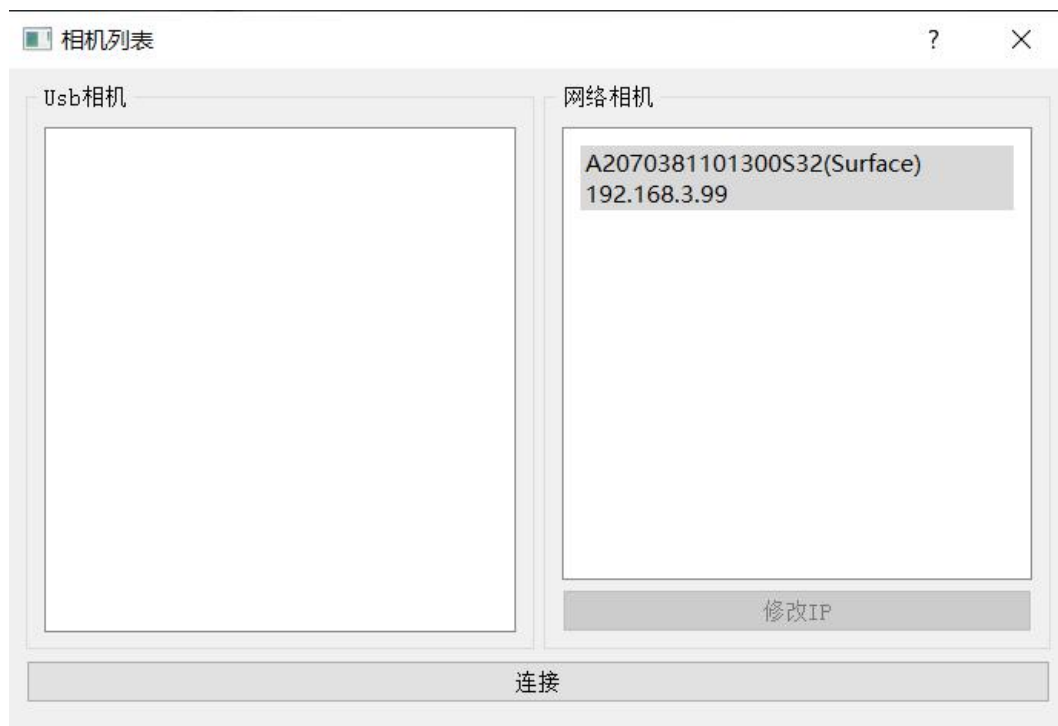

图 10
(2) 网络连接正常后，打开 3DViewer 文件夹下的 3DViewer.exe 软件，如图 10